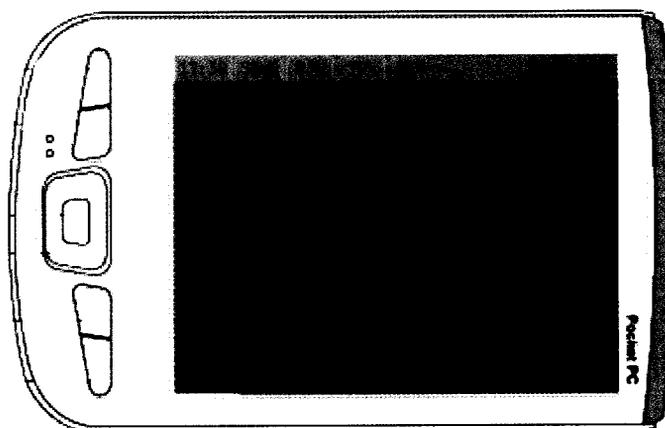

Рисунок 5 – Вид экрана с разверткой типа А
- после загрузки программы на экране Pocket PC отображается сигнал (развертка типа А) и информационная панель (Рисунок 5).